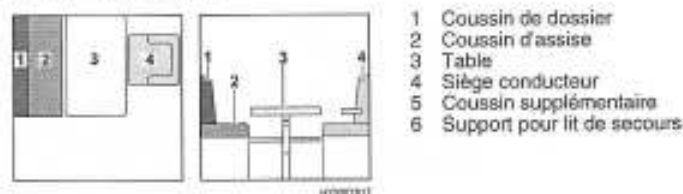
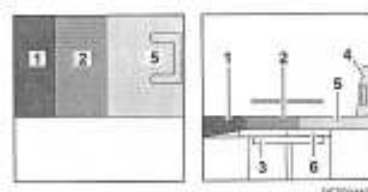

Fig. 97 Avant la transformation
Fig. 98 Après la transformation
- Tourner le siège conducteur (Fig. 97,4) et le pousser complètement vers l'avant.
- Convertir la table (Fig. 97,3) en sommier de lit (voir paragraphe 7.7).
- Si le véhicule possède un support pour lit de secours (Fig. 98,6), retirer le coussin de dossier (Fig. 97,1) et celui d'assise (Fig. 97,2) et les mettre de côté.
- Suivant le modèle, poser le support pour lit de secours livré en série (Fig. 98,6) sur la table. Placer le bord avant du support pour lit de secours directement contre le siège conducteur ou le montant de la cabine de conduite.
- Placer le coussin supplémentaire (Fig. 98,5) sur le siège conducteur.
- Placer le coussin d'assise (Fig. 98,2) sur la table.
- Placer le coussin de dossier (Fig. 98,1) entre le coussin d'assise et la paroi arrière. Observer la forme deltaïde.
- Le cas échéant, repousser le siège conducteur (Fig. 98,4).